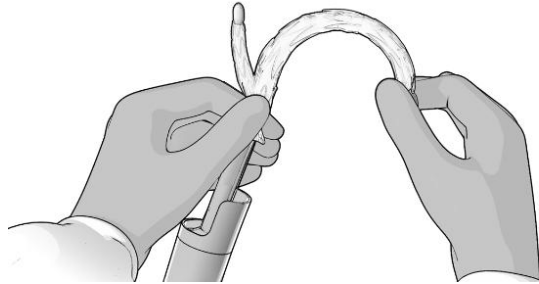

Abbildung 7. Vorformung des Aortenstentgraft-Segments mit eingesetztem Formdraht
11.2.6 Wenn kein Aorten-Führungsdraht verwendet werden soll, muss das Einführsystem (mit dem noch eingesetzten Formdraht) so vorgeformt werden, dass es der Krümmung der Aorta besser entspricht (siehe **Abbildung 7**).